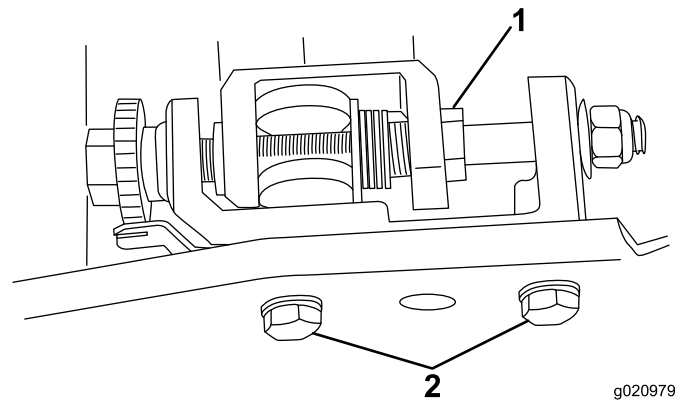

图4
- 使用  $\frac{7}{8}$  英寸的标准扳手，拧松右和左底刀调节器上的弹簧张力螺丝（图4）。
- 卸下将左底刀架调节器架固定到侧板上的 2 个螺栓和垫圈（图4）。
16. 如果您打算将此套件安装到序列号在 230999999 之前的 **Greensmaster 800 剪草机**、序列号在 229999999 之前的 **Greensmaster 1000 剪草机**或序列号在 260001401 之前的 **Greensmaster 1600 剪草机**上，请使用之前卸下的螺栓和垫圈，将左底刀架调节器架安装到侧板上（图4）。